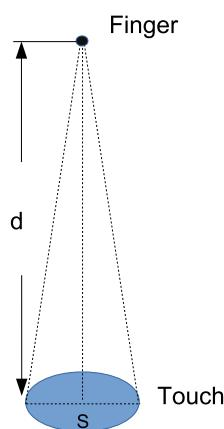

图 39-6. 感测面积示意图
- 检测距离 (d) 最大为 16 cm (感应面积 (S) 为 20 cm^2)，如图 39-6 所示。